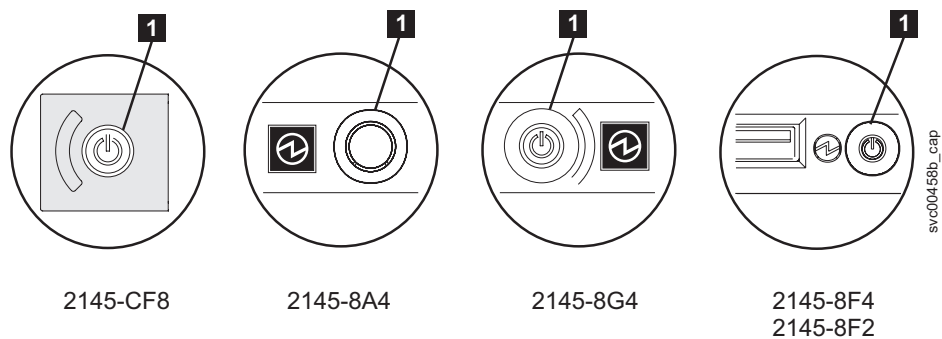

図 94. SAN ボリューム・コントローラー モデル 2145-CF8、2145-8A4、2145-8G4、および 2145-8F4 または 2145-8F2 電源制御ボタン
3. SAN ボリューム・コントローラー モデル 2145-CF8、2145-8A4、2145-8G4、2145-8F4、および 2145-8F2 電源制御ボタン **1** (図 94 を参照) を押し放します。SAN ボリューム・コントローラーの電源が切れるまで 1 分間待ちます。クラスター内の他の SAN ボリューム・コントローラー・ノードが、ノードがクラスターから欠落していることを示すエラー・コードを表示することがあります。このエラー・コードは無視します。これは、修復が完了すれば自動的に解決されます。